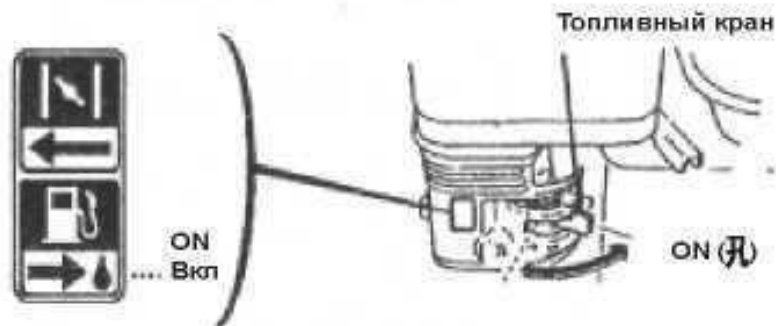

Рис.13
1. Установите топливный кран в положение «ON» («открыто») (Рис. 13)